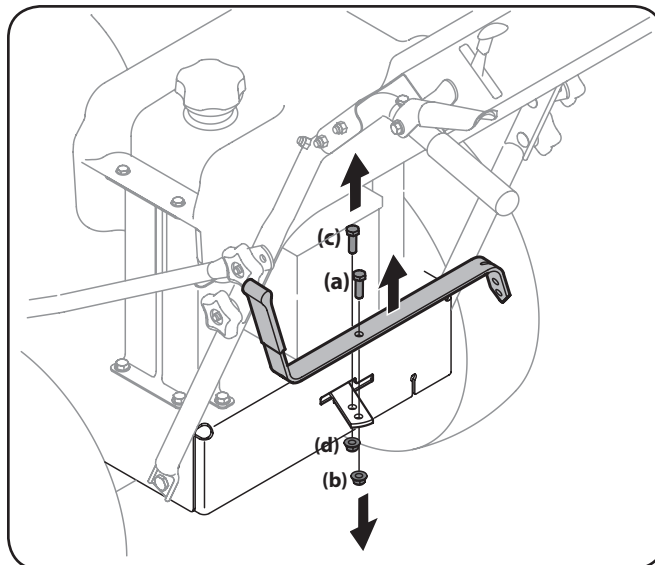

Figure 3-5
1. Retirez le boulon (a) et l'écrou autobloquant (b) qui fixent le levier de changement de vitesse à la plaque du levier. Voir Figure 3-5.
2. Retirez le boulon (c) et l'écrou (d) de la plaque du levier de changement de vitesse. Voir Figure 3-5.